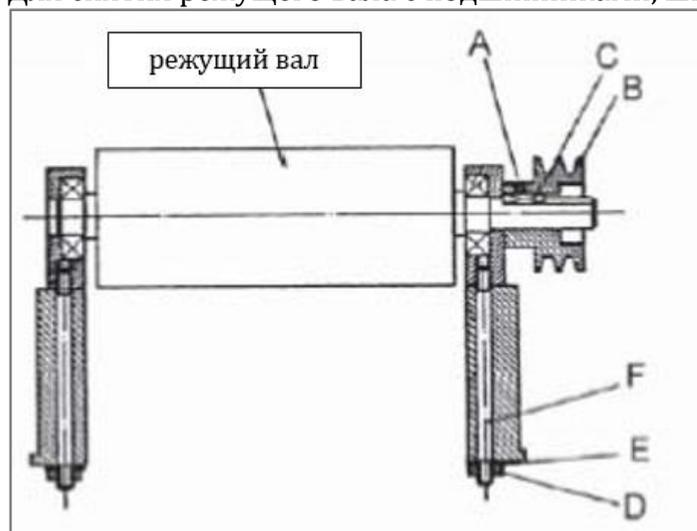

Рис. 35
4. Ослабить установочный винт (**Рис. 35, А**) шестигранным ключом и снять шкив режущего вала (**Рис. 35, В**) и шпонку (**Рис. 35, С**).
5. Отвернуть гайки (**Рис. 35, D**) и снять пружинные шайбы (**Рис. 35, E**).
6. Поставить узел прямо. Шпильки (**Рис. 35, F**) будут все еще ввернуты в корпуса подшипников.